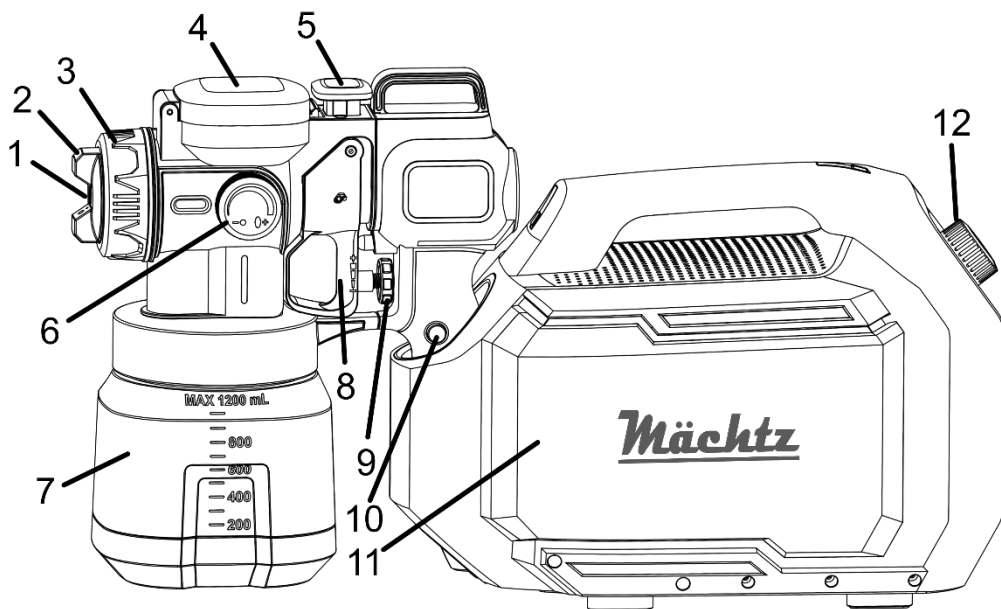

Рисунок 1
**2.3.1** Щоб запустити двигун з крильчаткою, покрутіть рукоятку налаштування потужності (12, рисунок 1) нагнітального блоку за годинниковою стрілкою до потрібного рівня, відповідно до в'язкості фарби (або матеріалу, що використовується). Повітряний потік з необхідним для роботи тиском надходить у пістолет, що розпилює, через гнучкий знімний гофрований повітряний шланг (на рисунку не вказаний). Фарба втягується з ємності (7, рисунок 1) в сопло (1, рисунок 1), яке здійснює розпилювання через голку сопла (дюзу) необхідного діаметра з комплекту постачання (1,0 мм; 1,8 мм; 2,5 мм).
**2.3.2** Виріб має регулятор інтенсивності розпилення (9, рисунок 1), за допомогою якого можна регулювати кількість та швидкість подачі фарби, які будуть однакові при кожному натисканні до наступного регулювання.
**2.3.3** Регулятор орієнтації факела (2, рисунок 1) змінює просторову орієнтацію факела розпилювання між горизонтальним та вертикальним положеннями.
**2.3.4** Регулятор (6, рисунок 1) змінює форму факела від круглої до витягнутої еліпсоподібної.
**4.5** Відрегулюйте потрібний рівень інтенсивності розпилювання регулятором (9, рисунок 1 і 5). Щоразу при натисканні пускової клавіші розпилювача (8, рисунок 1 і 5) рівень інтенсивності розпилювання буде відповідати обраному.
**4.6** Регулятором орієнтації факела (2, рисунок 1) оберіть необхідне положення (дивіться рисунок 7):
**4.9** Для вимкнення розпилення відпустіть пускову клавішу пістолета (8, рисунок 1).
- Дайте стекти рідині назад у ємність для фарби для чого натисніть кнопку розпилення (8, рисунок 1). Встановіть інструмент на горизонтальній поверхні на 3-5 хвилин для повного стікання рідини у ємність.
- Розберіть розпилювач: натисніть кнопку розблокування (10, рисунок 1) на рукоятці пістолета-розпилювача. Витягніть передню частину розпилювача.